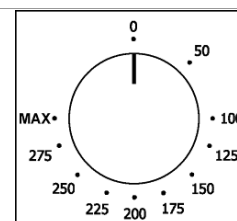

Fig. 2
**Programação da temperatura de confecção** - Girar o comando do termóstato de regulação (Fig. 2) em correspondência com a temperatura de confecção seleccionada.